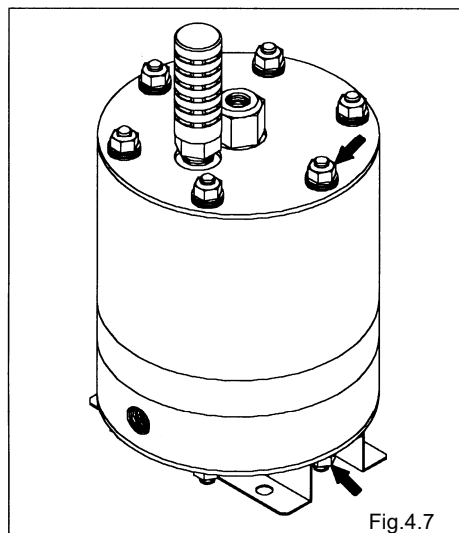

Fig.4.7
- Apriete las tuercas (tirantes) en diagonal para aplicar una fuerza uniforme. (La Fig. 4.7 muestra AD-10TT)